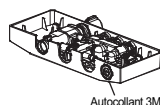

Figure 4
- Retirez la vis en cuivre à l'arrière et enlevez l'autocollant 3M (Figure 4).